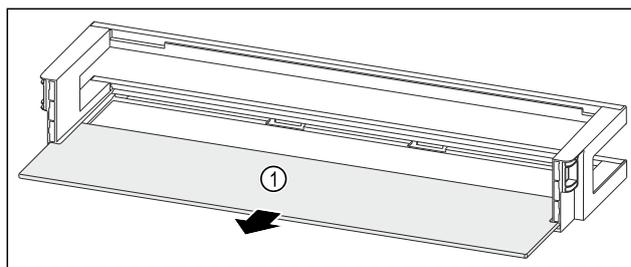

Fig. 91 Estantes en la contrapuerta con estante
- ▶ Retire el estante Fig. 91 (1).